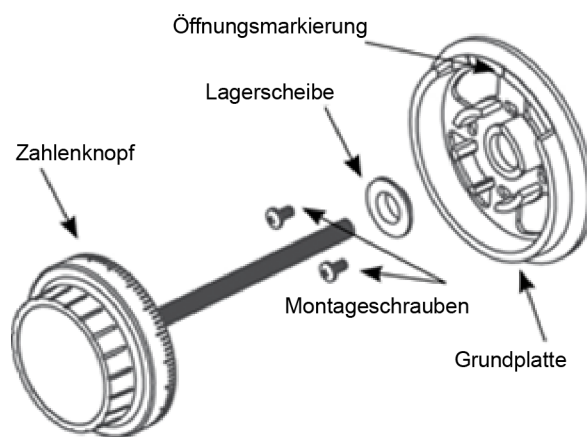

Abbildung 9
6. Montieren Sie die Grundplatte auf die Bohrung zentriert und befestigen Sie sie mit den beiden mitgelieferten Montageschrauben an der Tresortür. Die Öffnungsmarkierung muss sich auf der 12-Uhr-Position befinden (Abbildung 9).